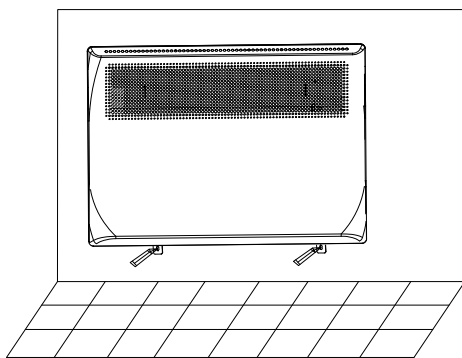

Рис. 7
7. Разместите конвектор на кронштейнах (см. Пункт 1). Поставьте разметку на стене через отверстия крепежей из пункта 6. Просверлите отверстия (диаметр сверла 6 мм.), вставьте дюбели (не входят в комплект поставки (рис. 7)).